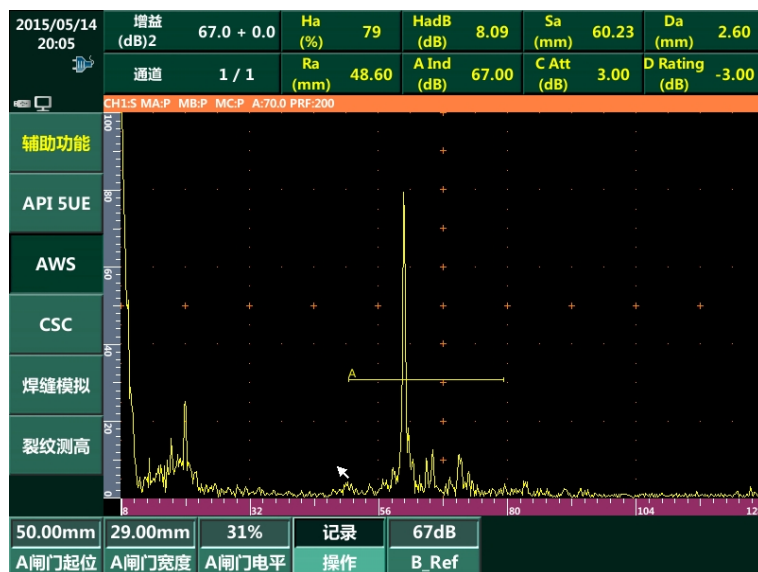

图 2-7 实际扫查
- 4) AWS 界面下将探头放置到待检测工件并确认耦合良好。同步骤 2) 操作获得工件中缺陷的最高回波。仪器将自动记录当前回波幅度达到记录 B Reference Level 时的幅度的增益值为 A Indication Level，记录结果将显示在“AInd.”扩展子菜单中。根据公式计算 C Attenuation Factor 和 D Indication Rating。计算结果显示在“CAtt.”和“DRating”扩展子菜单中。如图 2-7 所示。